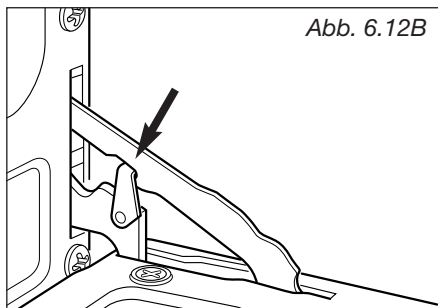

Abb. 6.12B
2. Haltebügel der Scharniere links und rechts nach oben in die Aussparung schwenken (abb. 6.12B).